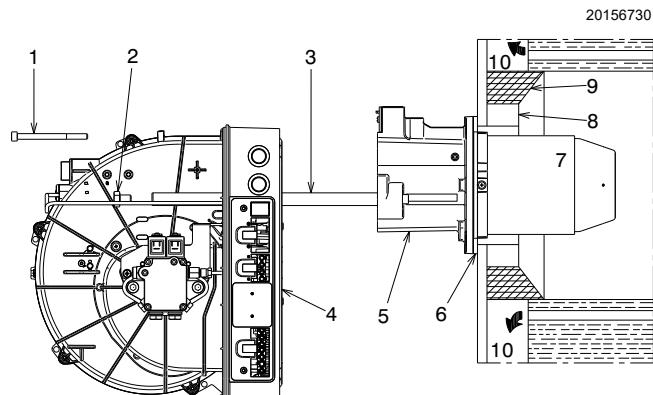

Abb. 10
- Befestigen Sie die Gruppe 5) und 7)(Abb. 10) an der Heizkesselplatte, setzen Sie die beigeckte Isolierdichtung 6)(Abb. 10) dazwischen ein.
- Sollte die Düse ausgetauscht werden müssen wenn der Brenner bereits am Kessel angebracht ist, den Brenner auf den Führungen öffnen, wie in Abb. 10 auf S. 14 dargestellt und fortfahren wie oben beschrieben.
- An dieser Stelle der Installation sind Flammrohr und Muffe wie in Abb. 10 auf Seite 15 dargestellt am Kessel befestigt. Die Flammkopfeinstellung ist daher einfach, sie hängt nur vom Durchsatz des Brenners ab, d.h. vom Durchsatz der Düse, die in Tab. F auf S. 15 gewählt wurde.